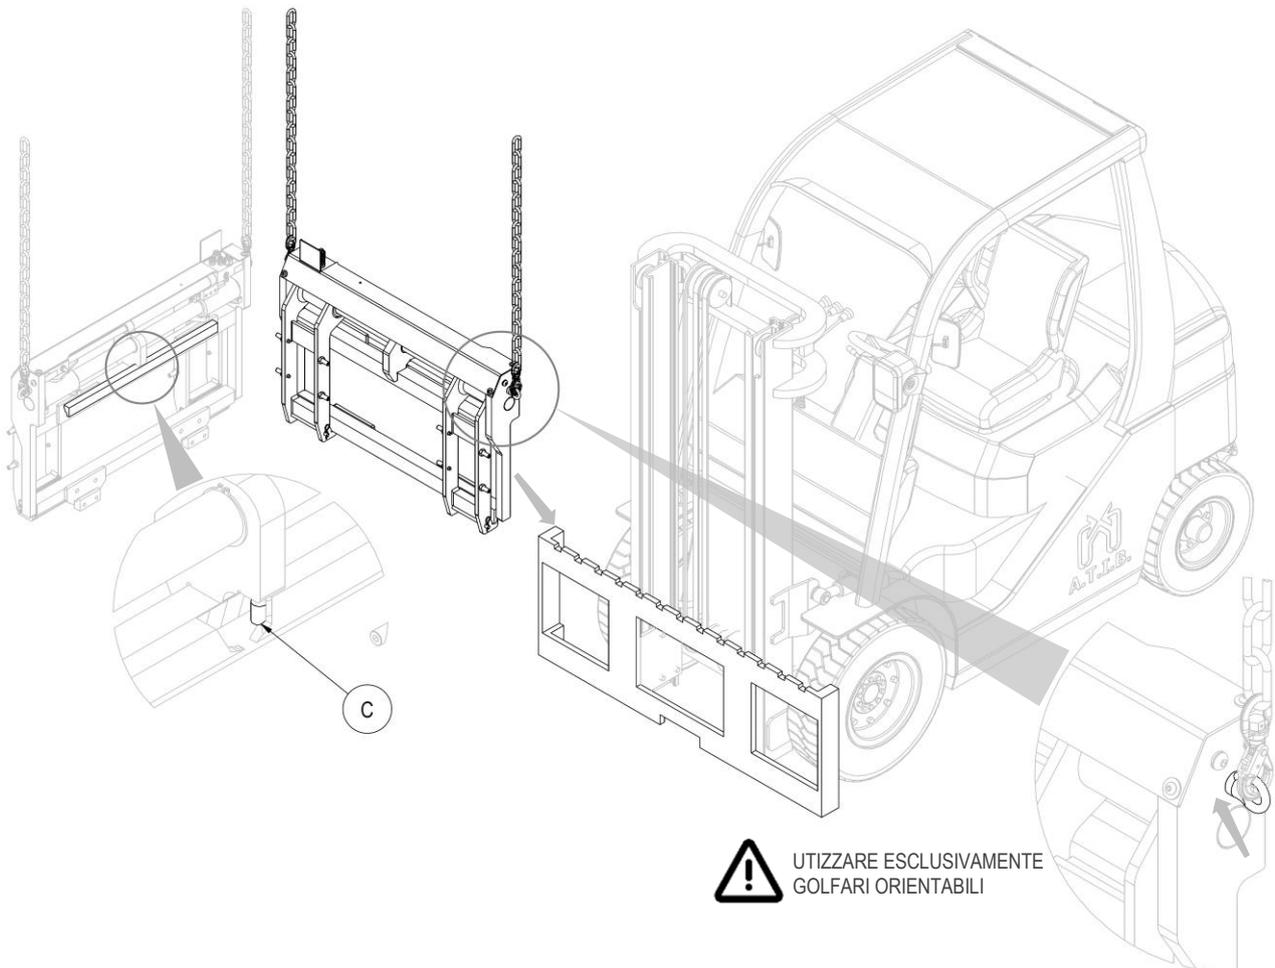

Figura 7
5. Per la movimentazione devono essere utilizzati esclusivamente golfari orientabili, i quali a vanno avvitati negli appositi fori laterali (vedi dettaglio *Figura 7*).
6. Agganciare quindi l'attrezzatura dai golfari e con un carroponete o un paranco di portata sufficiente posizionarla sulla piastra porta forche, avendo cura di incastrare il dente di centraggio **C** nella tacca centrale della stessa (vedi dettaglio *Figura 7*).